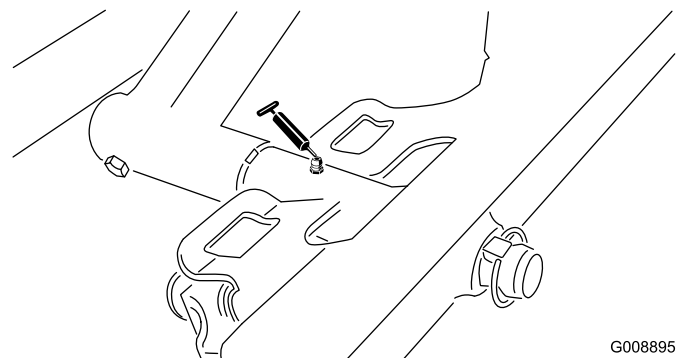

Bild 29
- Drehbüchsen am vorderen Mähwerk (Bild 29)